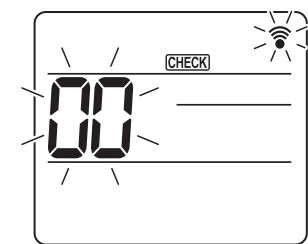
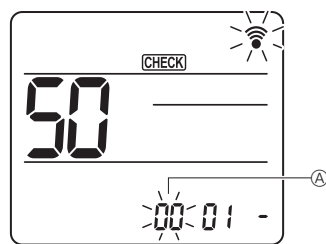
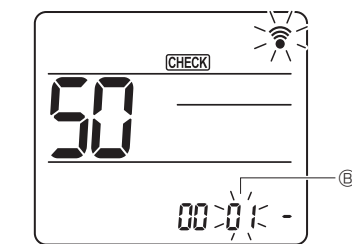
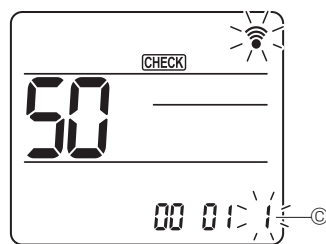

Fig. 7-16
Fig. 7-17
Fig. 7-18
Fig. 7-19
7.4.2. С помощью беспроводного пульта дистанционного управления (Fig. 7-16, Fig. 7-17, Fig. 7-18, Fig. 7-19)
Загорится [CHECK] (ПРОВЕРКА), будет мигать “00”. (Fig. 7-16)
Для установки номера блока пользуйтесь кнопками [UP] [A]. (Fig. 7-17)
Для установки номера режима пользуйтесь кнопками [DOWN] [B]. (Fig. 7-18)
Для смены номера настройки пользуйтесь кнопками [DOWN] [C]. (Fig. 7-19)